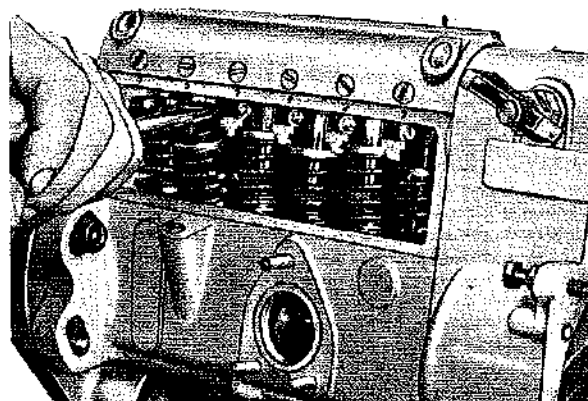

Fig. 82
- Inserire settore dentato 36, bussola 35, molla 38 ed il piattello superiore ed inferiore. Posizionare i settori dentati (Fig. 82) per consentire tutta la corsa dell'asta cremagliera.